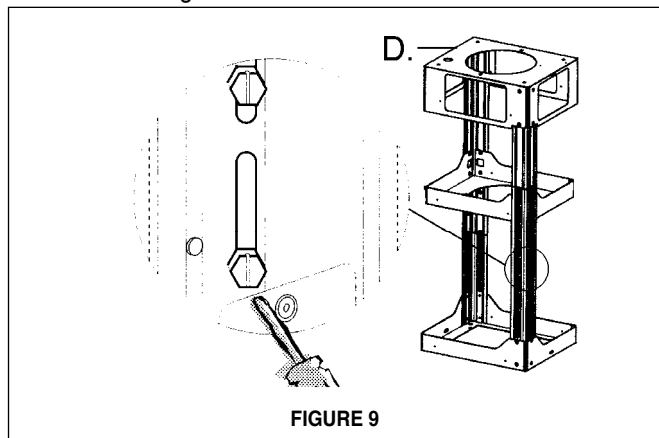

FIGURE 9
6. Déterminer l'emplacement approprié pour le câble d'alimentation, tel qu'il est indiqué sur le gabarit. Utiliser un foret de 1 1/4 po pour faire un trou et y passer le câble d'alimentation. Utiliser de la pâte à calfeutrer pour sceller tout autour du trou. **NE PAS mettre en circuit tant que l'installation n'est pas complétée.** Une pastille enfonçable est prévue en haut de la TREILLIS (D de la FIGURE 9) pour le câble d'alimentation.
8. Installer le TREILLIS (D de la FIGURE 9) au plafond en s'assurant qu'il le soit de façon sécuritaire. Déterminez la longueur désirée du TREILLIS et ajustez la longueur de l'appui en enlevant les quatre vis (de la FIGURE 9) avec un tournevis à lame plate. Une fois la longueur du TREILLIS est déterminée, installe et serre les quatre vis.